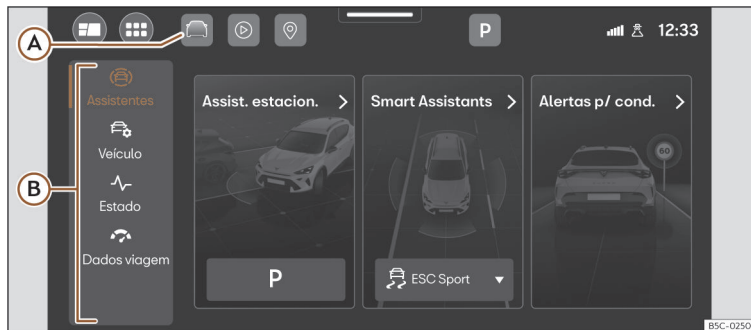

Fig. 13 Representação esquemática: Assistentes e ajustes do veículo.
Pressionando >>> **Fig. 13 (A)**, ou, no menu principal **Veículo**, abre-se o menu dos assistentes e ajustes do veículo. Em seguida, pressionando um dos menus situados na zona esquerda **(B)**, no ecrã mostra-se o menu de ajustes ou de assistentes selecionado.